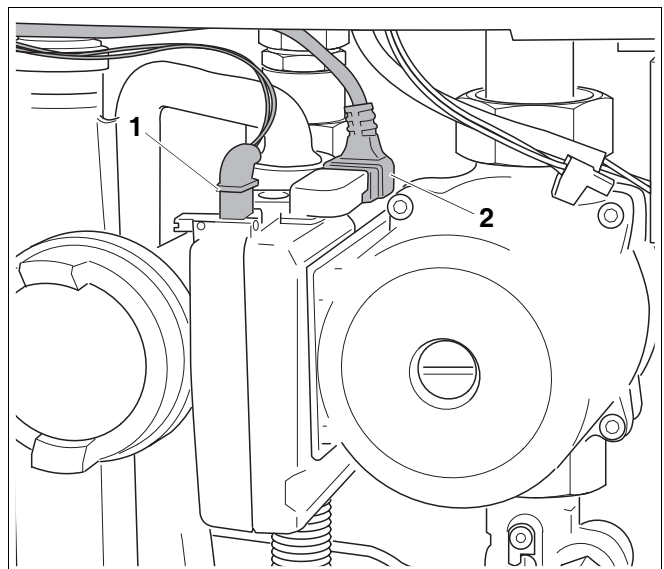

Fig. 17 Aansluiten pomp
- Sluit de stekker van de tachokabel (fig. 17, **pos. 1**) aan op de pomp (alleen bij modulerende pomp UPER 25 – 80).
- Sluit de stekker van de voedingskabel (fig. 17, **pos. 2**) aan op de pomp.